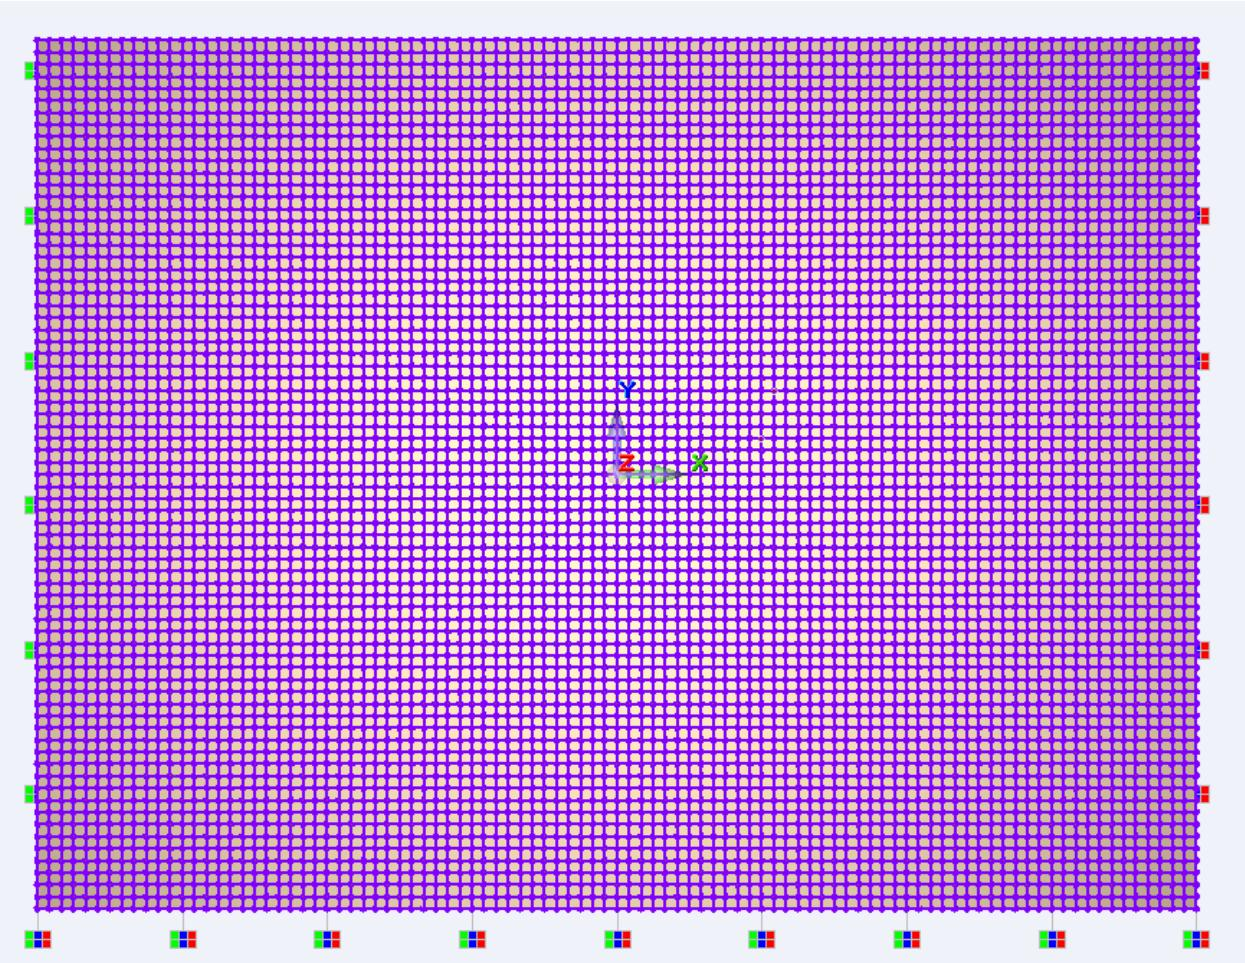

Рис.5.7. Расчетная модель выпуклой оболочки с найденными пересечениями (визуализируются фиолетовым цветом)
- Расчетная модель с выполненными пересечениями будет выглядеть следующим образом (рис.5.7)